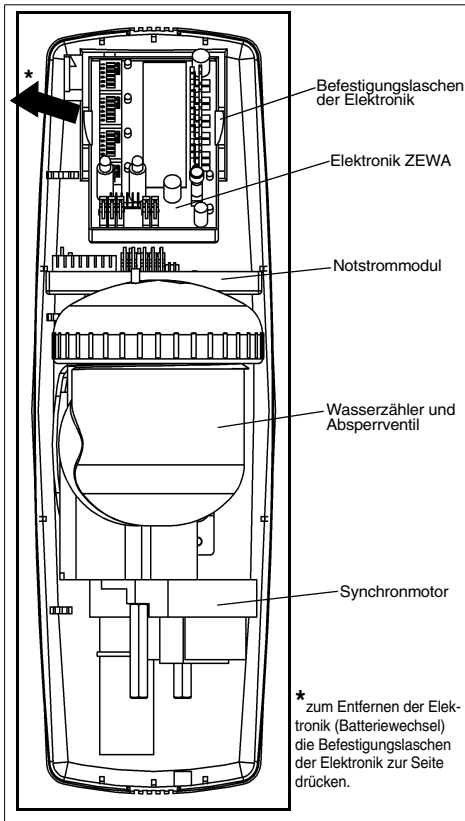

Abb. 6: ZEWA-WASSERSTOP
- Schaltungsbefestigungslasche zur Seite drücken und Elektronik ZEWA herausziehen (siehe Abb. 6).